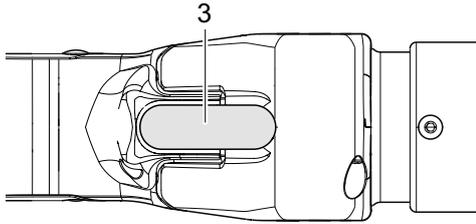

Abb. 15: Schließung starten
2. Drücken Sie den START-Knopf (Abb. 15/3) und halten Sie ihn gedrückt.
1. Lassen Sie den START-Knopf los (Abb. 15/3).